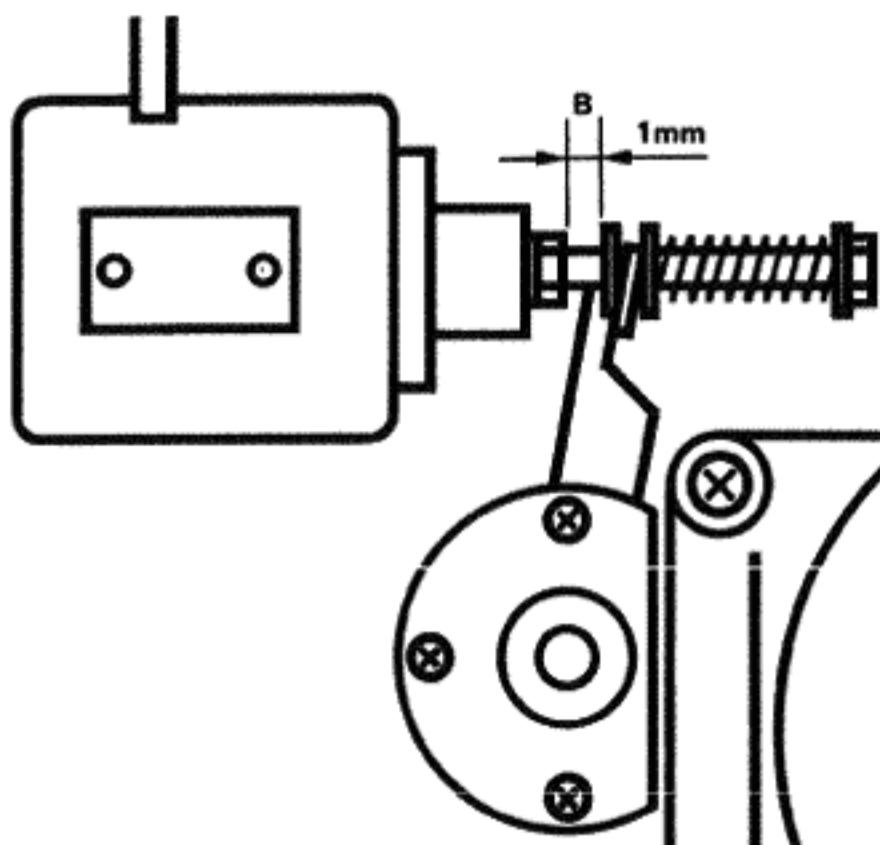

Fig. 4.3.-2
- An der Andruckrollen-Achse (oder an einem angebrachten Bolzen) einen Nylonfaden einhängen und mit einer Federwaage in Richtung A (Fig. 4.3.-1) ziehen, bis die Andruckrolle von der Tonwelle abhebt.
- Attach a nylon thread to the pinch roller shaft and attach a dial gauge to the other end of the thread. Pull dial gauge in the direction A (fig. 4.3.-1) until the pinch roller lifts off the capstan shaft. The dial gauge must read $13 \text{ N} \pm 1 \text{ N}$ ($1.3 \text{ kp} \pm 0.1 \text{ kp}$) ($2 \text{ lb } 14 \text{ oz} \pm 4 \text{ oz}$ approx.).
- Par l'intermédiaire d'un fil de nylon fixé d'une part sur l'axe du galet presseur (éventuellement dévissez le couvercle de l'axe) et d'autre part à un dynamomètre. Tirez le bras dans la direction A (fig. 4.3.-1) jusqu'à ce que le galet presseur décolle de l'axe de cabestan. Le dynamomètre doit alors indiquer $13 \text{ N} \pm 1 \text{ N}$ ($1.3 \text{ kp} \pm 0.1 \text{ kp}$).
- Andruckkraft kontrollieren und wenn nötig mit Schraube C justieren. (Fig. 4.3.-2).
- Measure pinch roller force and adjust with screw C if necessary. (fig. 4.3.-2)
- Contrôlez la force d'appui et ajustez-la si nécessaire avec la vis C. (fig. 4.3.-2)